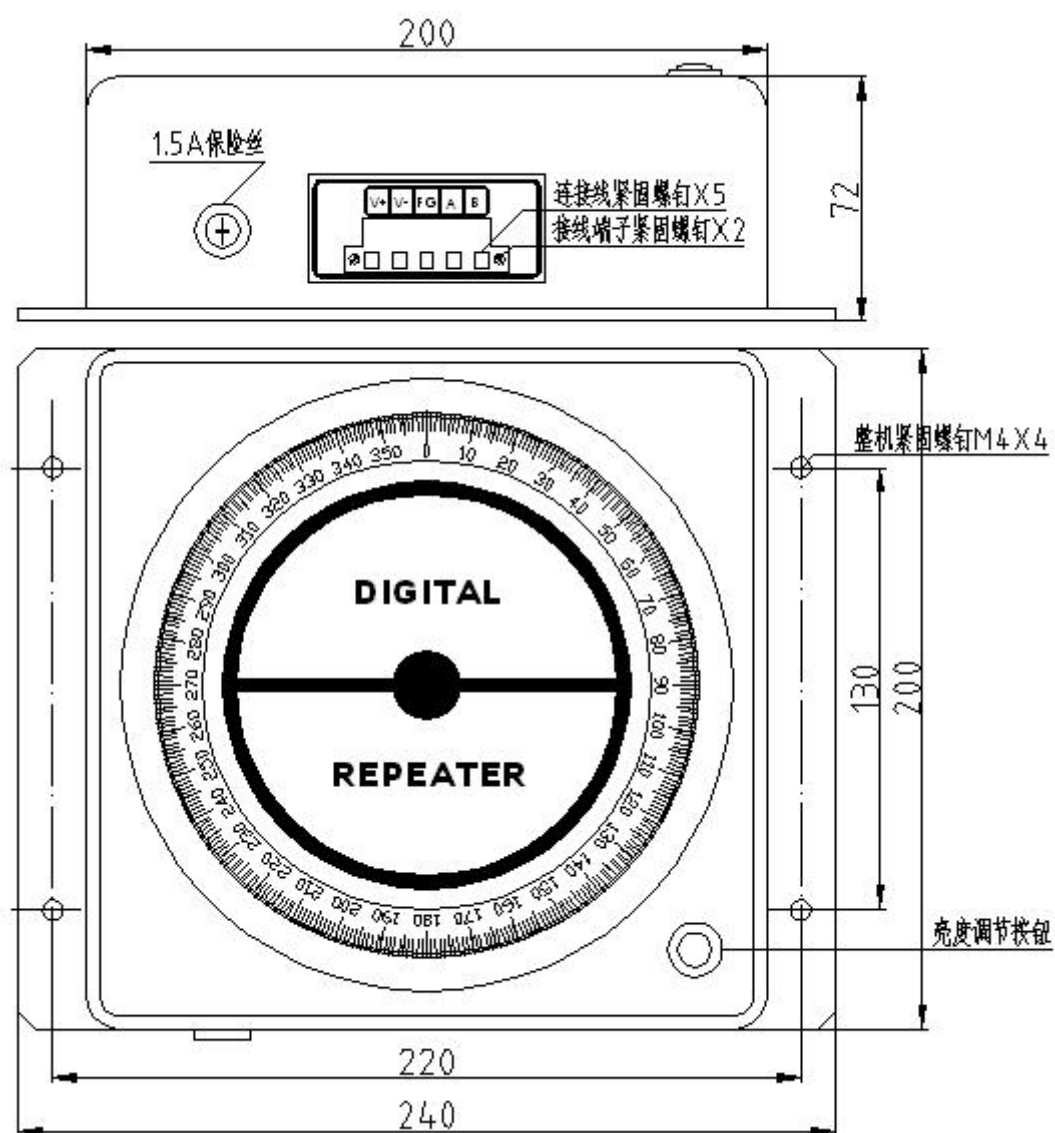
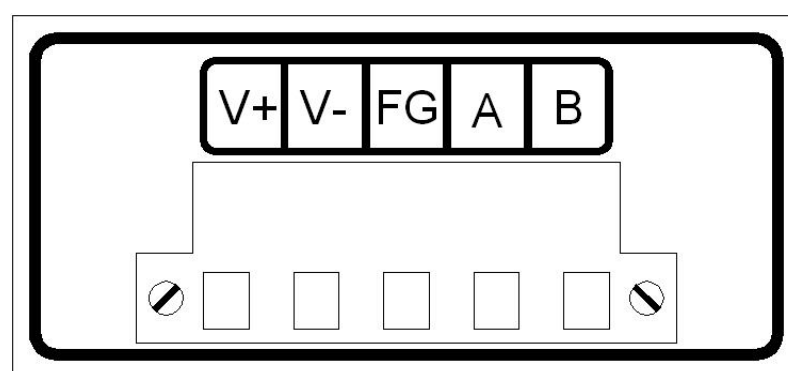
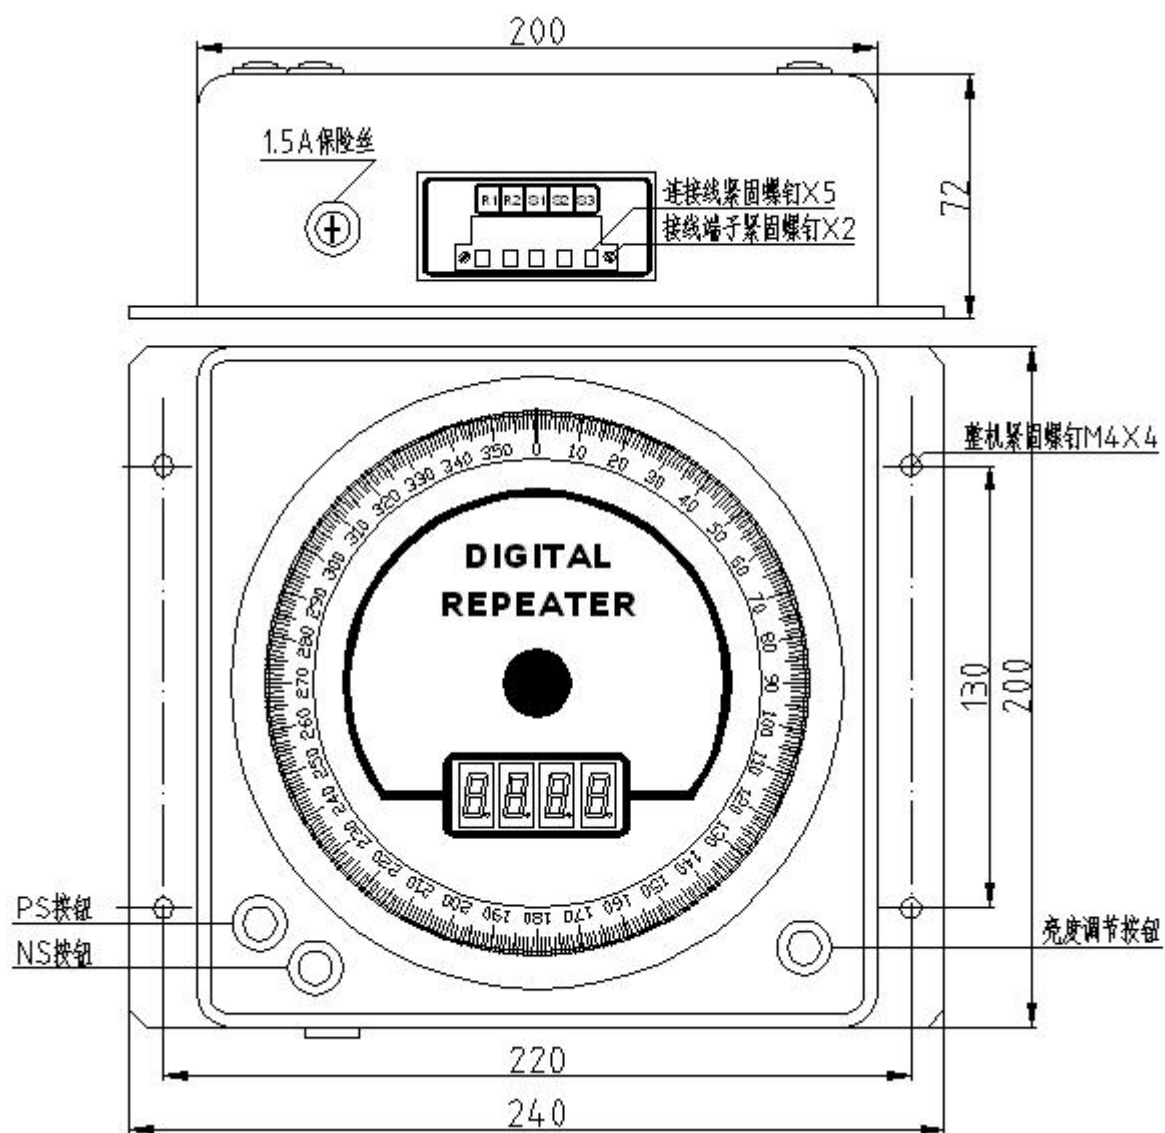
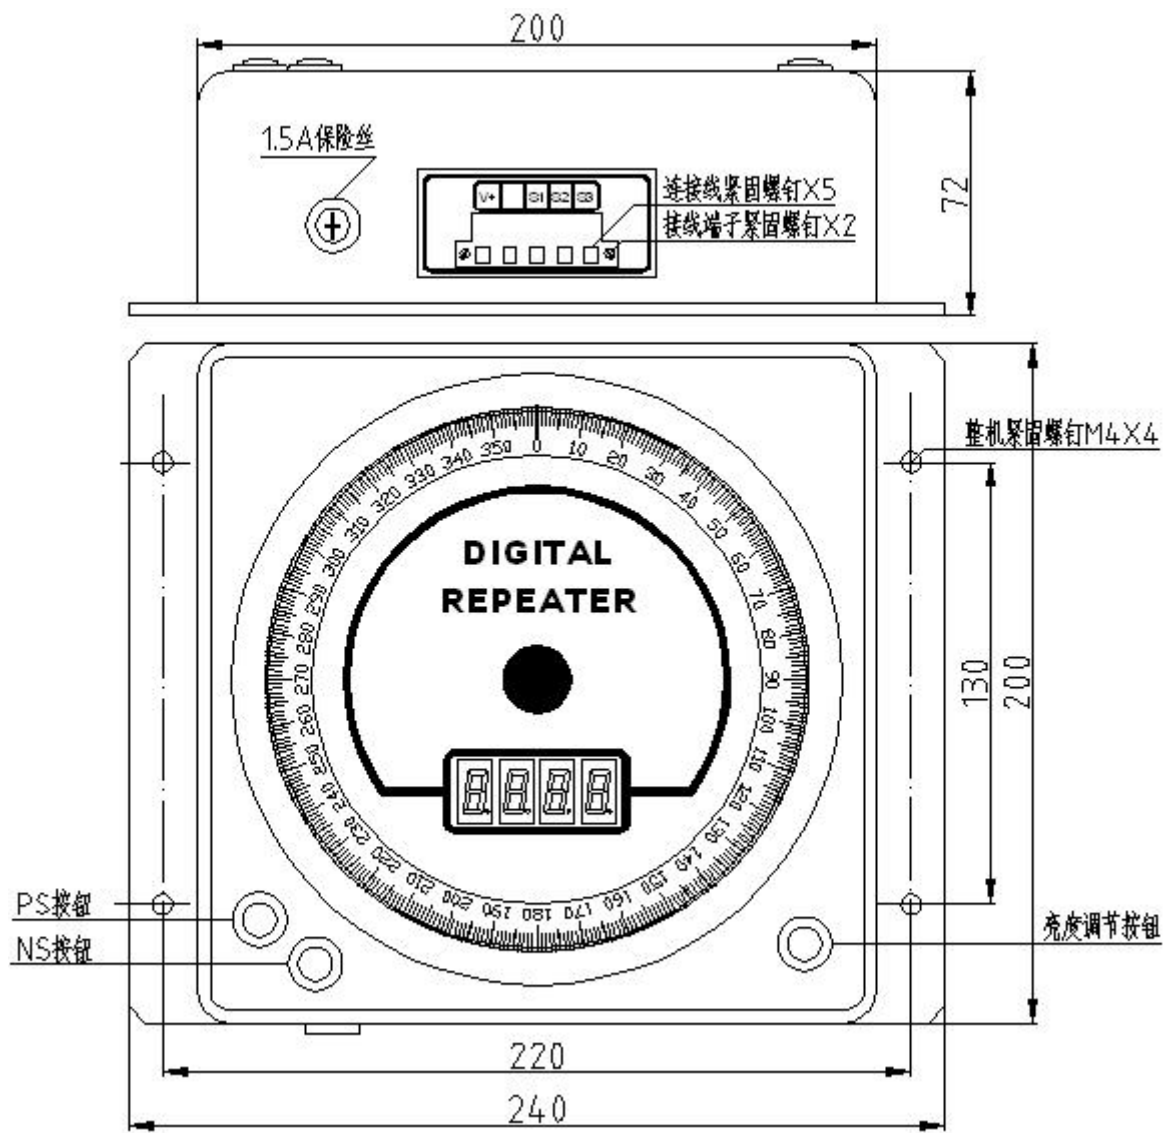

图 1 FDR-3 型分罗经外形及安装尺寸图
图 2 FDR-3 型分罗经接线图
图3 FDR-3A-A/C/T 型分罗经外形及安装尺寸图
图 5 FDR-3A-ST 型分罗经外形及安装尺寸图
本机为壁挂式安装，如图 1、图 3 或图 5 所示，安装过程十分简单，兹不赘述。
(一) FDR-3，与数字式主罗经配套，输入数字航向信号。其信号线为 A/B 共 2 线，此线要求必须为屏蔽电缆，且其长度应小于 10m，其屏蔽层应连接到接线端子的 FG 端子上；另有电源线：来自船电的直流 24V 电源，+/- 共 2 线。整机外形及安装尺寸见图 1，其接线见图 2。
①FDR-3A-A: 与 Anschulz 系列主罗经配套, 其激磁/整步电压为 50V/20V; 其信号线为 R1/R2/S1/S2/S3 共 5 线; 其外形及安装尺寸见图 3, 其接线见图 4。
②FDR-3A-C: 与国产或日产 Hokushin 主罗经配套, 其激磁/整步电压分别为 110V/50V 或 110V/90V; 其信号线为 R1/R2/S1/S2/S3 共 5 线; 其外形及安装尺寸见图 3, 其接线见图 4。
③FDR-3A-T: 与日产 TKC 主罗经配套, 其激磁/整步电压为 110V/90V, 但其倍率为 90X; 其信号线为 R1/R2/S1/S2/S3 共 5 线; 其外形及安装尺寸见图 3, 其接线见图 4。
④FDR-3A-ST, 与步进式主罗经配套, 信号线为 V+/S1/S2/S3 共 4 线, 其信号线为 V+/S1/S2/S3 共 4 线; 其外形及安装尺寸见图 5, 其接线见图 6。
本机唯一可由用户进行的操作就是刻度盘照明亮度的调节。本机右下方有一个亮度调节按钮, 见图 1。反复按动它可以使亮度在最亮和最暗之间进行 11 档调节, 以便适应不同的环境照度。
②FDR-3A 系列数字分罗经 (输入模拟信号。同步型和步进型除接线有别外, 使用上完全一致, 以下合并叙述): 由于输入的是模拟信号, 因此在通电后必须首先调整本机的 4 只数码管使其显示读数与主罗经读数一致。具体方法是: 按 PS 按键 (见图 3 或图 5) 选择百位, 此时该位闪烁, 按 NS 按键选择对应数字; 用同样的方法依次调整十位、个位和十分位。读数一致后, 再按 PS 按键消除闪烁, 此后本机将跟踪主罗经作同步运行。
本机用户可随时进行刻度盘照明与数码管显示亮度的调节。本机右下方有一个亮度调节按钮, 见图 3 或图 5。反复按动它可以使亮度在最亮和最暗之间进行 11 档调节, 以便适应不同的环境照度。
在本机下方有一只外置保险丝盒，如图 1 所示。如果本机已供电而不工作，请检查此保险丝是否已烧断；如果确认保险丝已烧断，请在确认实际（而不是标称）供电电压正常之后，换上 1.5A 的新保险丝。
在本机下方有一只外置保险丝盒，如图 3 所示。如果主罗经能工作而本机不工作，请检查此保险丝是否已烧断；如果确认保险丝已烧断，请在确认主罗经的实际（而不是标称）激磁电压与本机型号相匹配之后，换上 1.0A 的新保险丝。